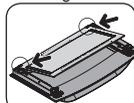

fig. 4
4. Após a limpeza, encaixe o vidro interno nos suportes inferiores (fig. 4) e posicione-o sobre a porta.